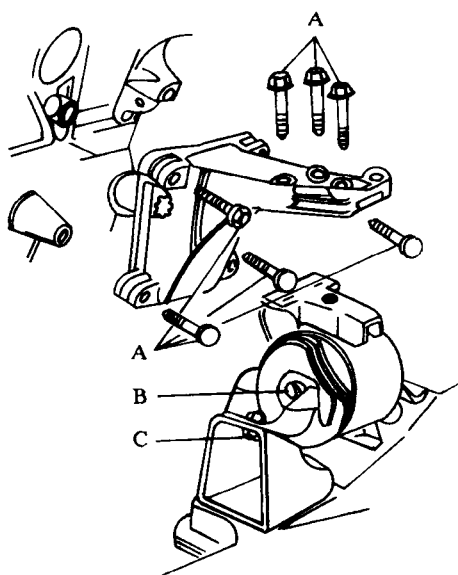

图 1-6
③总成右悬置（图 1-6）。A = 25Nm, B = 8Nm, C = 60Nm。